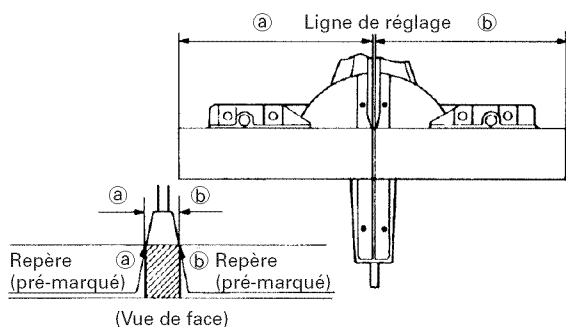

Fig. 27
- (1) Comme indiqué à la Fig. 27, la largeur de la lame est la largeur de coupe. En conséquence, glisser la pièce vers la droite (vue de la position de l'opérateur) pour obtenir la longueur (b), et sur la gauche pour obtenir la longueur (a).